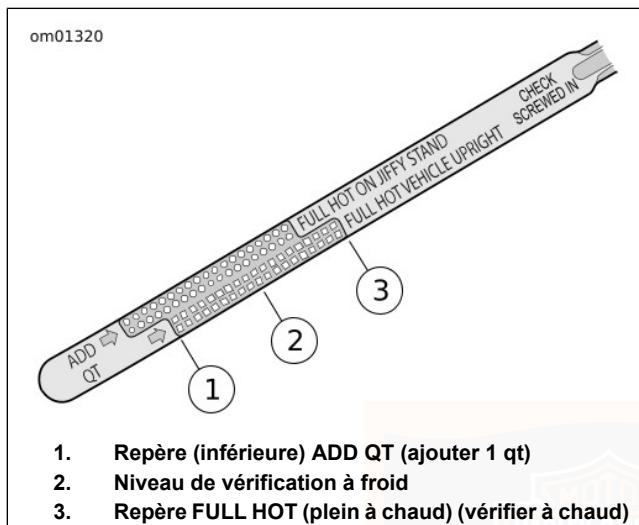

Figure 47. Jauge d'huile moteur (jauge avec véhicule à la verticale)
Voir Figure 47. Lors du contrôle du niveau d'huile, utiliser la jauge marquée FULL HOT VEHICLE UPRIGHT (plein, véhicule chaud redressé).
3. Voir Figure 47. Retirer le bouchon de remplissage/la jauge. En utilisant la jauge marquée FULL HOT VEHICLE UPRIGHT (plein, véhicule chaud redressé), vérifier le niveau d'huile. Le niveau d'huile correct est le point médian (2) entre les repères ADD QT (ajouter 1 qt) et FULL HOT (plein à chaud) sur la jauge.
4. Voir Figure 47. Retirer le bouchon de remplissage/la jauge. En utilisant la jauge marquée FULL HOT VEHICLE UPRIGHT (plein, véhicule chaud redressé), vérifier le niveau d'huile. Le niveau doit se trouver entre les repères Ajouter 1 qt (ADD QT) (1) et Plein à chaud (FULL HOT) (3). Ajouter suffisamment d'huile pour que le niveau atteigne le repère Plein à chaud (FULL HOT) sur la jauge. Ne pas trop remplir le réservoir.